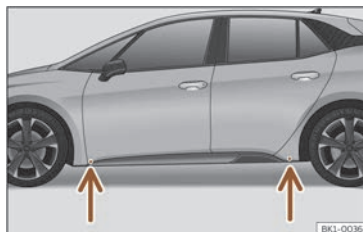

Fig. 201 Punts de suport del gat.
- Cerqueu al llarguer la marca del punt de recolzament del gat (zona enfonsada) més proper a la roda a canviar >>> **fig. 201.**